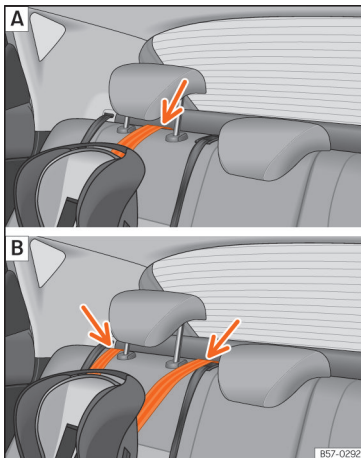

Abb. 28 Rücksitze: Einstellung und Einbau je nach Top Tether-Gurt.
- Führen Sie den Gurt unter der Kopfstütze des Rücksitzes durch » **Abb. 28** (in Abhängigkeit der Gebrauchsanweisungen des Kindersitzes ggf. Kopfstütze anheben oder entfernen).